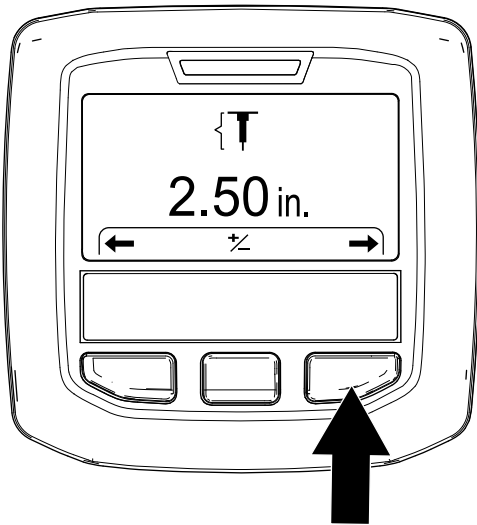

図 47
3. インフォセンターの右ボタンを押して「穴の深さ設定」 Setting the Hole Depth画面を出す 図 47。